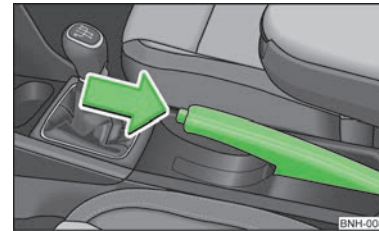

Abb. 64
- › Den Handbremshebel etwas hochziehen und **gleichzeitig** den Sperrknopf » Abb. 64 hineindrücken.